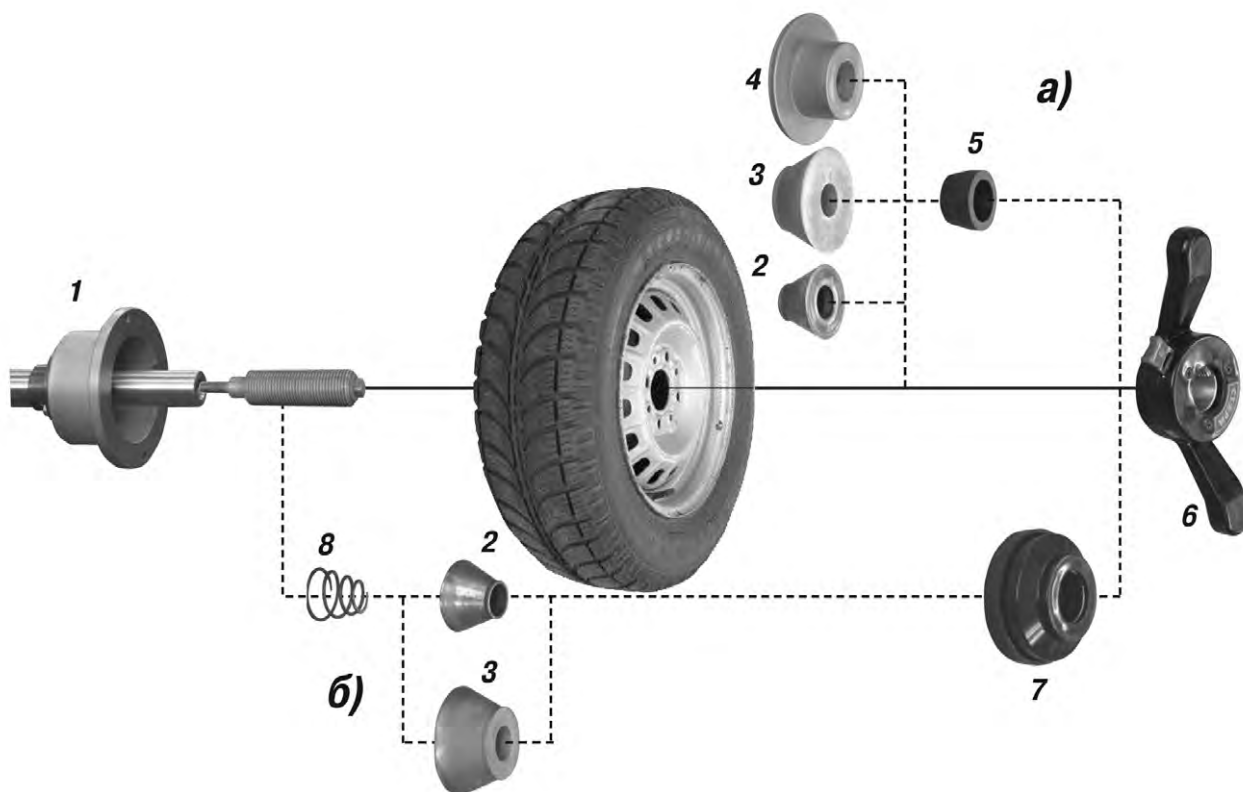

Рис. 9.1
9.2. Балансируемое колесо закрепляется на валу СБ за центральное отверстие обода с помощью конусов и быстросъемной гайки с раздвижными резьбовыми сухарями. В зависимости от конфигурации обода конус может быть установлен как с внешней стороны обода (вариант «а»), так и с внутренней (вариант «б») (см.рис. 9.1)